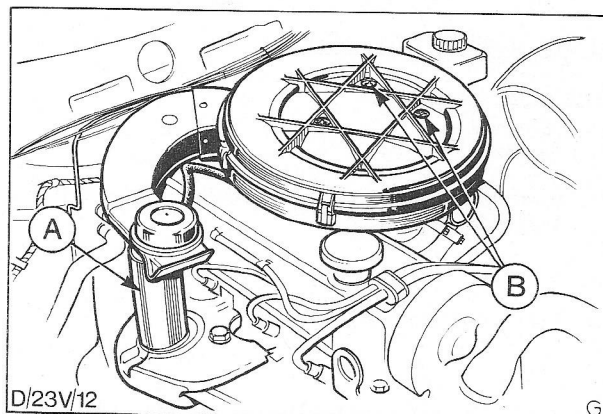

Fig. 33 Luchtfilter (OHC-motor afgebeeld).
3. Verwijder de bout en de twee schroeven waarmee het filter is bevestigd, Fig. 33, maak de luchtslang tussen het filter en het uitlaatspruitstuk los en licht het complete filter van de carburateur.